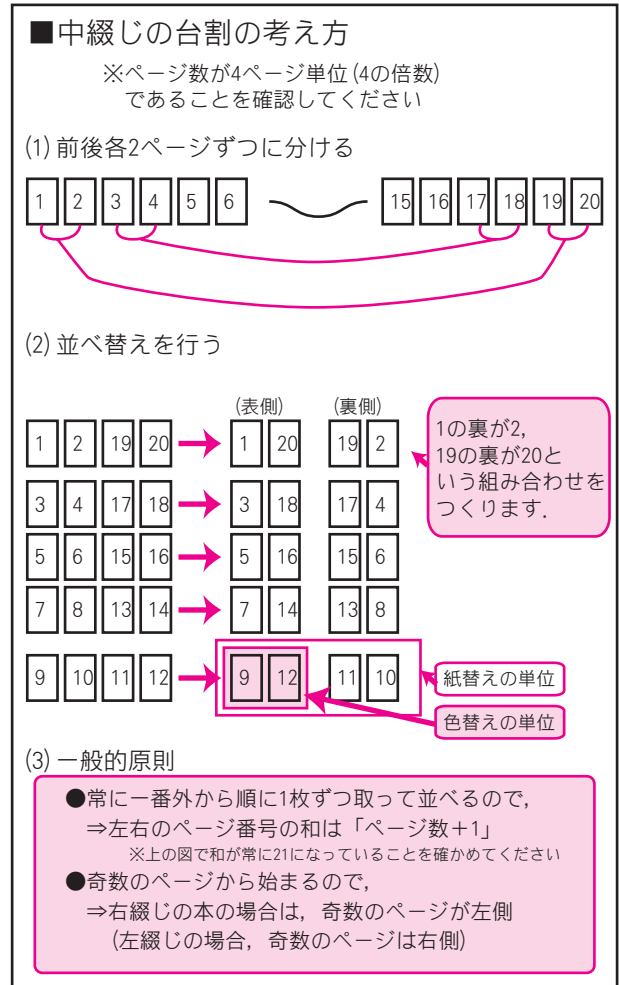

図 2 中綴じの台割の考え方
中綴じの台割の求め方は、図 2 をご参照ください。
重要なことは、図 2 の (3) に「一般的原則」としてまとめましたので、参考にしてください。